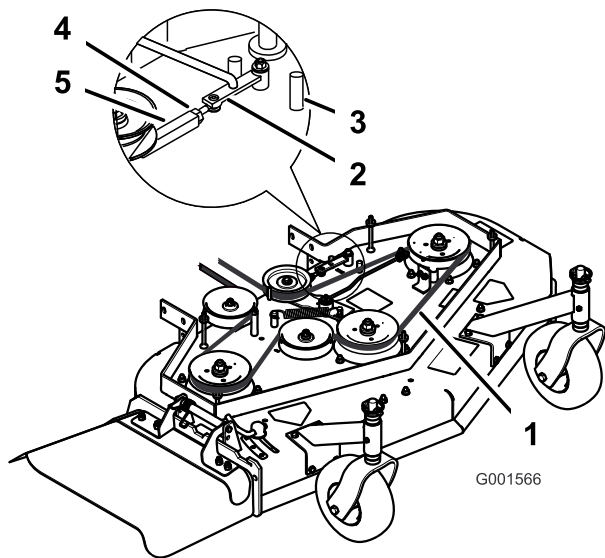

Figura 54
3. Afloje la contratuerca del tensor (Figura 54).
4. Gire el tensor hacia la parte trasera del cortacésped para aumentar la tensión de la correa. Gire el tensor hacia la parte delantera del cortacésped para reducir la tensión de la correa (Figura 54).